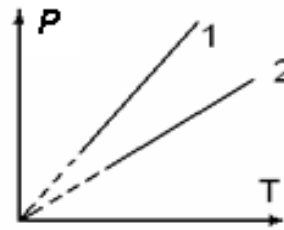

Рис. 11
3. а) Какой процесс изображен на графике (рис. 11)?